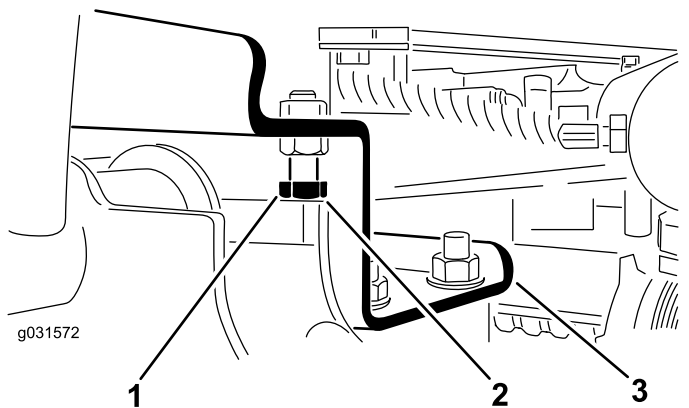

图 13
- A. 拧松止动螺栓 图 13。
2. 确保各个提升臂与止动螺栓之间的间隙介于 0.131.02mm 之间如图 13 所示。